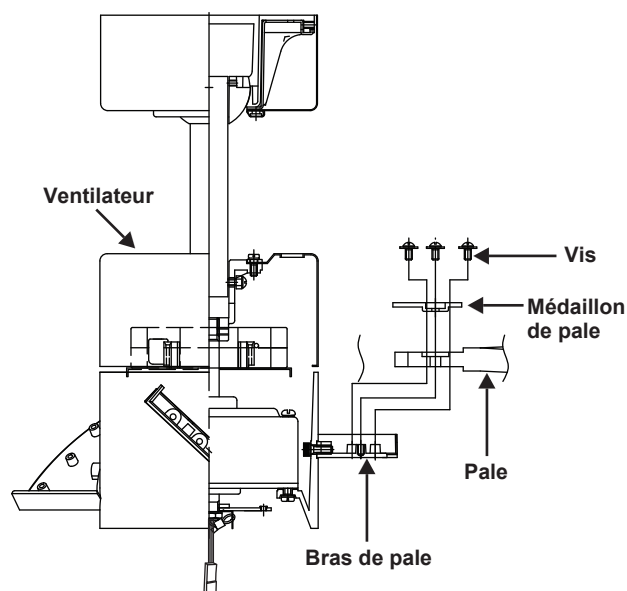

Figure 13
1. Fixez les pales aux bras de pale et au médaillon de pale à l'aide des vis de fixation de pale. Engagez une vis dans le médaillon de la lame, mais ne serrez pas. (Fig. 13)